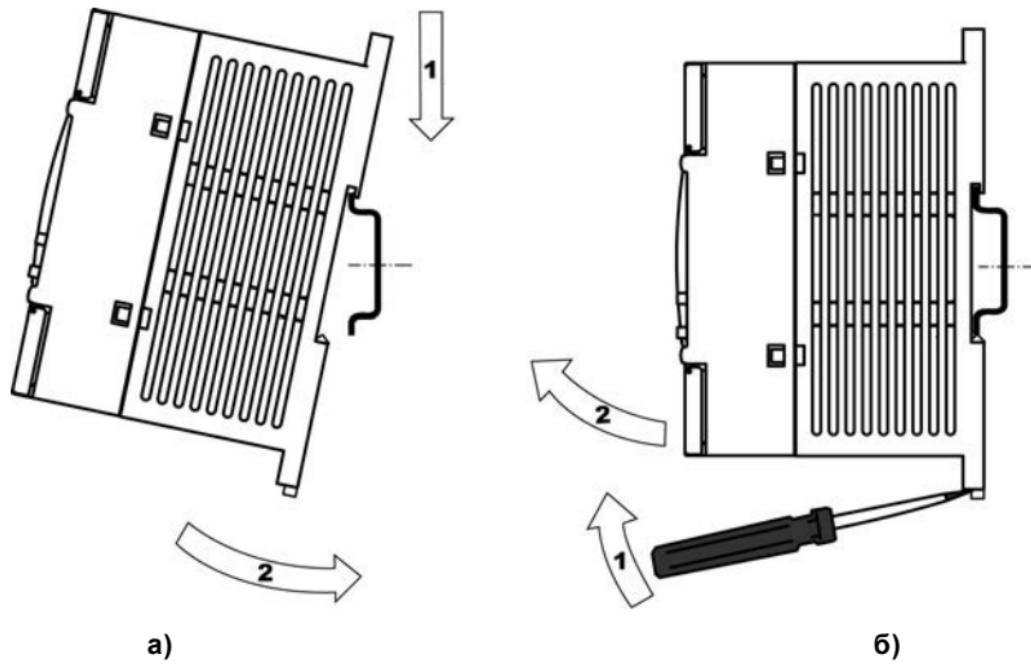

Рисунок 6.1 – Монтаж контроллера с креплением на DIN-рейку
- для съема контроллера с DIN-рейки в проушины защелок вставляются остряя отверток (см. рисунок 6.1, б), и защелки одновременно отжимаются по стрелке 1, после чего контроллер отводится от DIN-рейки по стрелке 2.